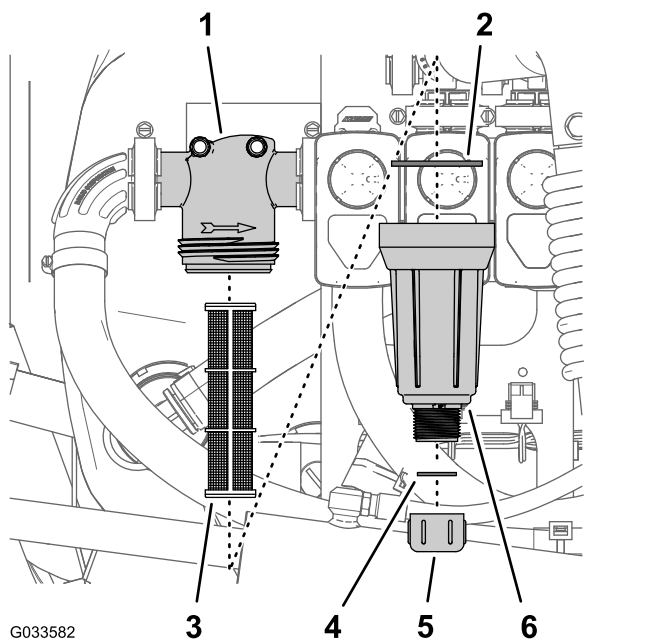

図 79
2. 圧力フィルタの下に受け容器をおく 図 79。
3. 圧力フィルタのボウルについているドレンキャップを左に回して外す 図 79。
4. ボウルを左に回してフィルタヘッドを外す 図 79。
5. 圧力フィルタエレメントを外す 図 79。
7. ドレンプラグのガasketボウルの内側とボウルのガasketフィルタヘッドの内側に傷や破損がないか点検する 図 79。
8. 圧力フィルタエレメントをフィルタヘッドに取り付ける 図 79。
9. フィルタヘッドにボウルを取り付けて手締めする 図 79。
10. ボウルの底部のフィッティングにドレンキャップを取り付けてキャップを手締めする 図 79。